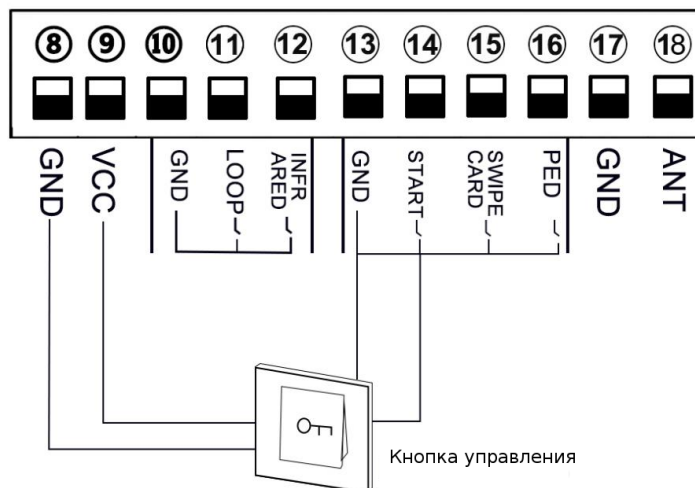

Рис. 12. Подключение кнопки управления
Для подключения кнопки управления, внешнего радиоприёмника или любого другого устройства с импульсным выходом подключите его к клеммам START (14) и GND (13), в случае необходимости питания внешнего устройства 12VDC подключите клеммы GND (8) на плате управления приводом к клемме “ - ” на внешнем устройстве, а клемму VCC (9) на плате управления приводом к клемме “ + ” на внешнем устройстве (см. Рис. 12). При подаче команд от внешнего устройства управления привод будет работать в режиме Открыть – Стоп – Закрыть.